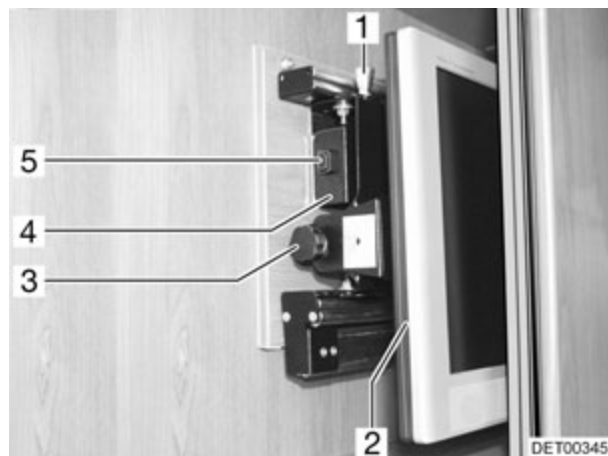

Fig. 56 Meuble télévision (variante 2)
- Appuyer sur le bouton de déverrouillage (Fig. 56,5) et tirer le support pour l'écran plat jusqu'à la butée vers l'avant, à l'aide de la poignée (Fig. 56,4).
- Tirer le bouton de déverrouillage (Fig. 56,1) et faire pivoter le téléviseur (Fig. 56,2) dans la position souhaitée.
- Desserrer la vis moletée (Fig. 56,3).